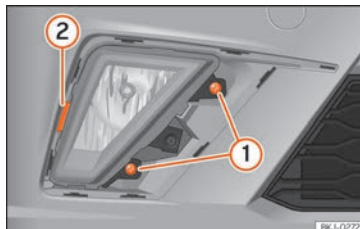

Fig. 53 Farol de nevoeiro: desmontar o porta-lâmpadas
- Retire os dois parafusos » **Fig. 53** ① e faça de alavanca no grampo ② para retirar o farol de nevoeiro.